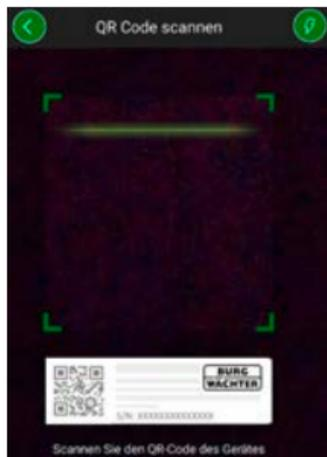

Abb. 2
2. Scannen Sie den QR-Code des Gerätetypenschildes. Aktivieren Sie ggf. das Smartphone Licht (Blitz-Button oben rechts), um den QR Code besser scannen zu können (Abb. 2).